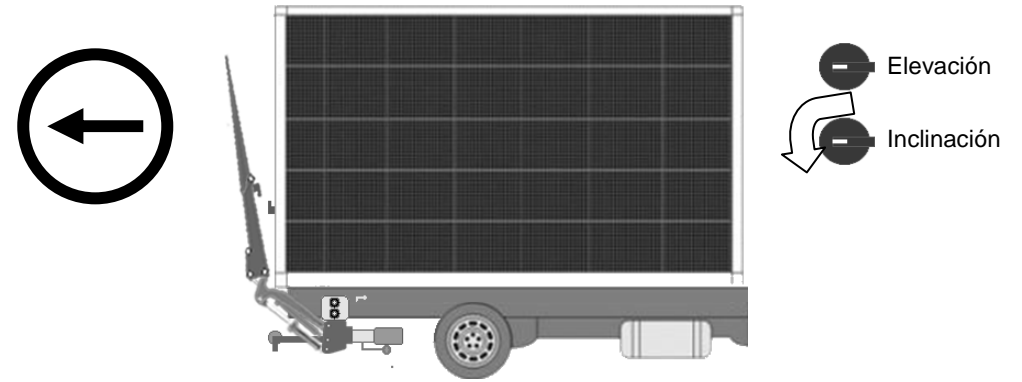

Figura 2
2. Voltar la plataforma unos 20 Grados usando la perilla del tablero de comando (Inferior en sentido antihorario). (Figura 2)